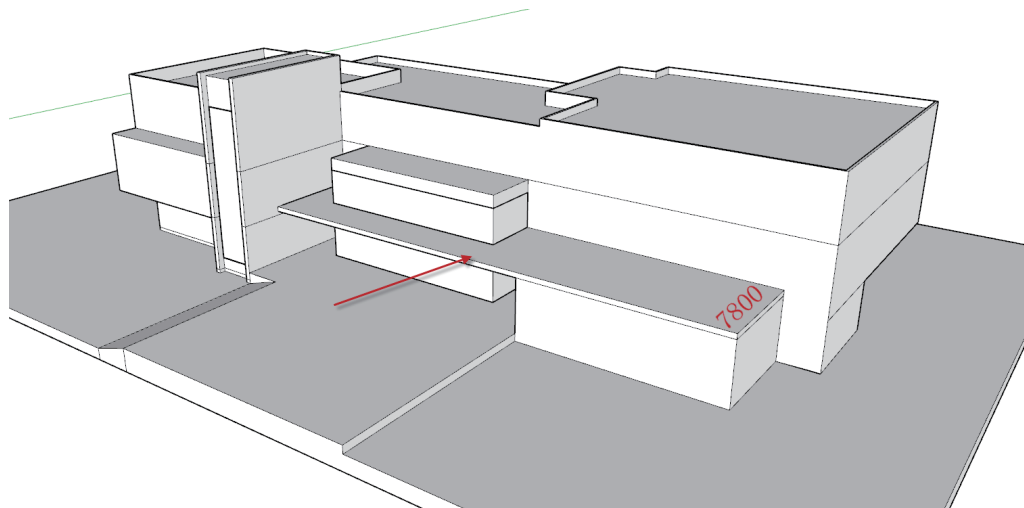

图 1.9 增加出入口雨篷
(5) 增加出入口雨篷。使用“推/拉”工具向外拉出 7800mm 的雨篷, 如图 1.9 所示。出入口的位置必须设置雨篷, 这是规范要求。